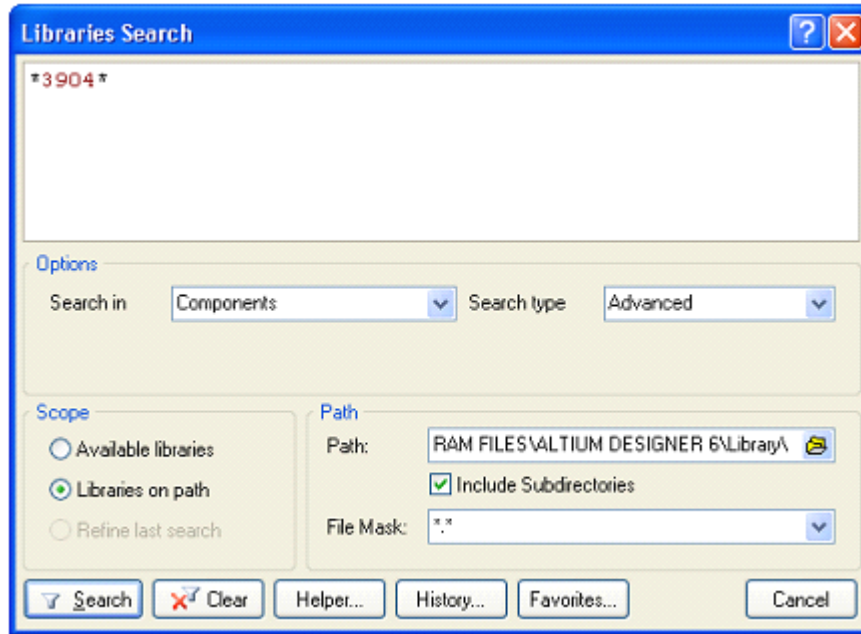

图6-5库搜索对话框
2.在 **Library** 面板中点击 **Search in** 按钮，或者通过选择 **Tools>>Find Component**，来打开 **Libraries Search** 对话框，如图6-5所示。